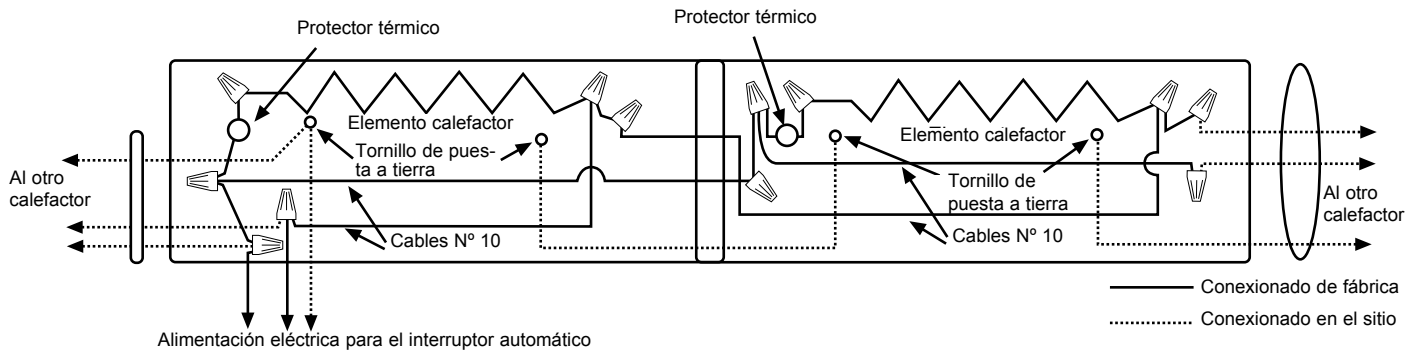

Fig. 7
9. Haga las conexiones eléctricas de acuerdo con el diagrama de conexionado que está sujeto al calefactor. Para conectar los otros calefactores en paralelo, consulte la Fig. 7. La puesta a tierra de los otros calefactores se logra conectando un puente de conexión (no suministrado) entre los dos calefactores adyacentes.
**NOTA IMPORTANTE:** estos calefactores se proveen con un límite de seguridad incorporado (protector térmico, vea la Fig. 7) para apagar automáticamente el calefactor si se lo bloquea o si se sobrecalienta de cualquier modo debido a una condición anormal. Los calefactores no deben hacer ciclos de apagado con este control de seguridad dentro del uso normal. Si esto ocurre, verifique la instalación del calefactor para asegurarse de que tenga los espacios libres adecuados y de que la circulación de aire alrededor del calefactor no se encuentre restringida. Si el calefactor continúa haciendo ciclos con este control de seguridad, interrumpa su uso hasta que lo pueda inspeccionar y/o reparar un electricista calificado.